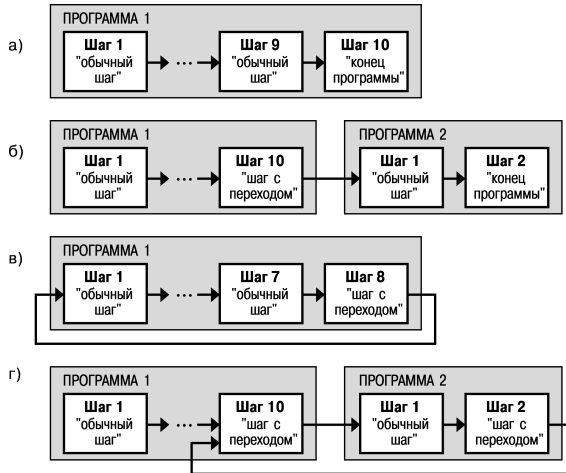

Рисунок 3.3 – Примеры Программ, которые можно реализовать с помощью различных типов Шагов:
- Программу, состоящую более чем из 10 Шагов (рисунок 3.3, б, г);
- Программу, работающую по бесконечному циклу (рисунок 3.3, в, г).
Нециклическая Программа в TRM151-10 (рисунок 3.3, а, б) состоит из последовательности «обычных шагов» и «шагов с переходом», которая заканчивается Шагом типа «конец программы».